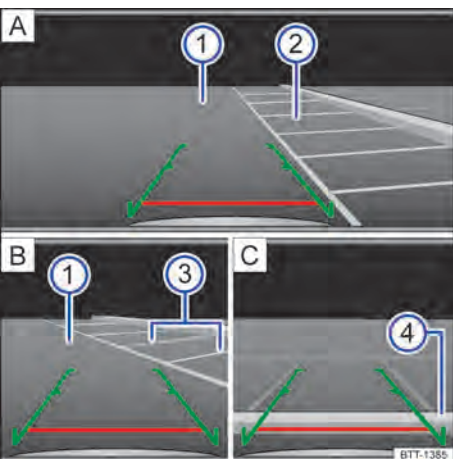

Fig. 100 Visualización de la pantalla del sistema de radio: estacionar con la cámara de marcha atrás.
- Posicionar el vehículo delante del hueco de aparcamiento → fig. 100 **2** **A**.